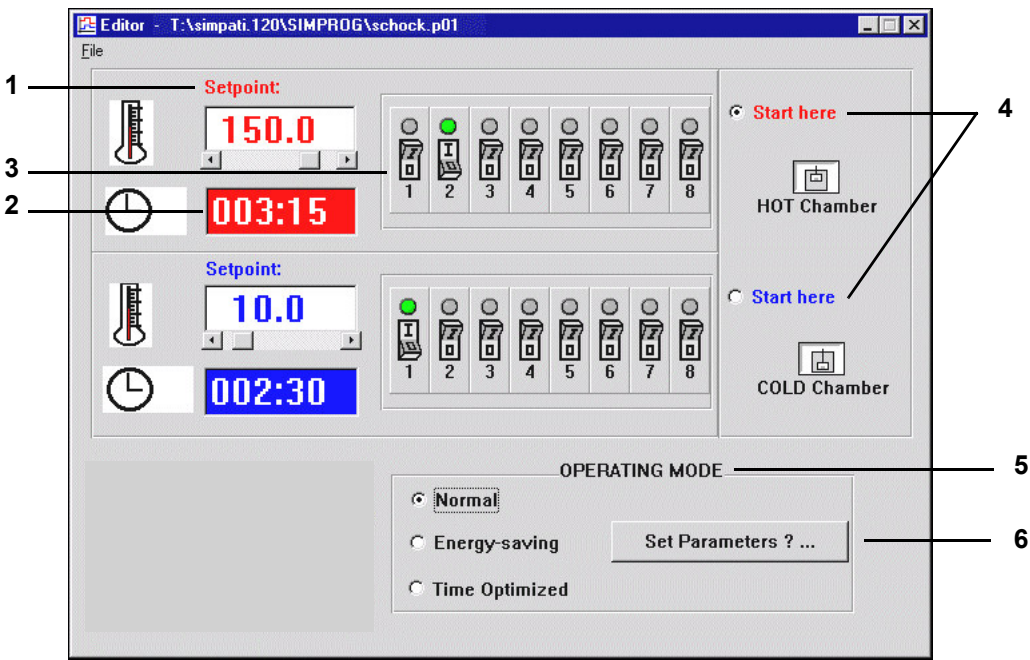

Fig. 11-43 Éditeur
La fonction pos. 6 → Fig. 11-43 »Éditeur« (page 140) permet de saisir une période de conditionnement. Pendant cette période, avant le déplacement du panier élévateur, la valeur de consigne active est réglée et la valeur de 23 °C est écrasée.